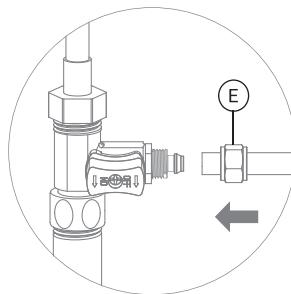
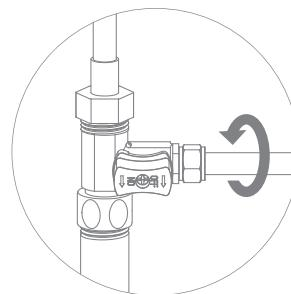

Рис. 7
Рис. 8
2. В гайку (E) проденьте пластиковую трубку (рис. 7), идущую от фитинга на вход в фильтр. Конец трубы наденьте на штуцер тройника-адаптера до упора и плотно закрутите гайку (рис. 8).